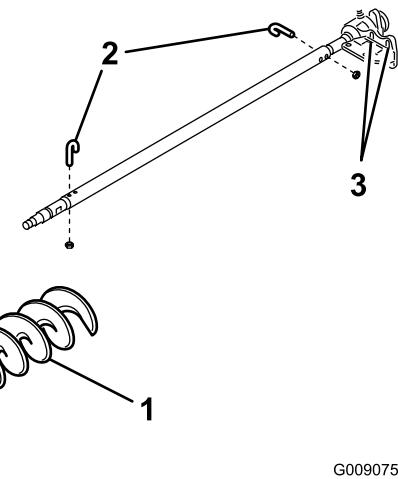

Figura 38
3. Retire los 2 pernos en J y tuercas (Figura 38).
4. Retire el cepillo existente del eje del cepillo (Figura 38).
5. Afloje los 2 pernos, arandelas y tuercas que sujetan el alojamiento del cojinete del motor al soporte de montaje del alojamiento del cojinete (Figura 38).
6. Deslice el cepillo de altura de corte alta sobre el eje del cepillo (Figura 38).
7. Sujete el cepillo en el eje con los 2 pernos en J y tuercas que se retiraron anteriormente (Figura 38).